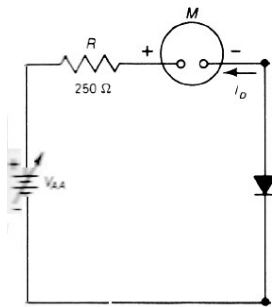

Figura 6
a) Construya el circuito mostrado en la figura 6 utilizando el diodo de unión. Ajuste la salida de la fuente de cd de manera que el voltaje en el diodo mida 0.7V. Mida y anote en la Tabla 1 la corriente del diodo (I_D) así como la resistencia calculada.
a) Construya nuevamente el circuito de la figura 6. Ajuste la fuente de voltaje de acuerdo a los valores de V_D que se muestran en la Tabla 2. Mida y anote el valor de I_D para cada valor de V_D .